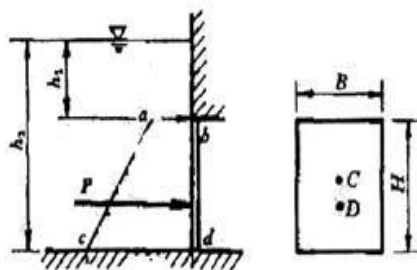

图 4 平板闸门示意图
- 4、铅直放置的矩形平板闸门如图 4 所示。已知  $h_1 = 1\text{m}$ ,  $H = 2\text{m}$ ; 宽度  $B = 1.2\text{m}$ , 求总压力以及作用点位置。